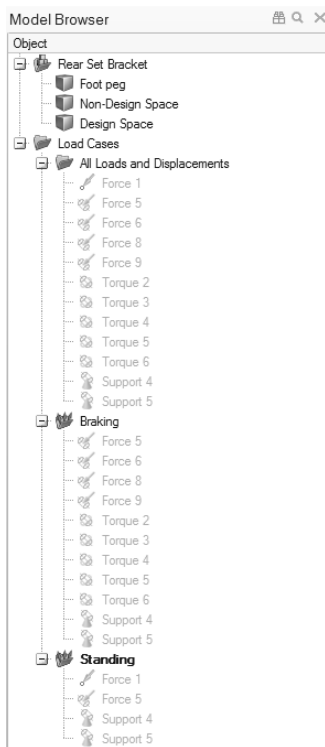

图 7-2
- 5) 如果模型不可见，则按〈F2〉键打开模型浏览器，如图 7-2 所示。